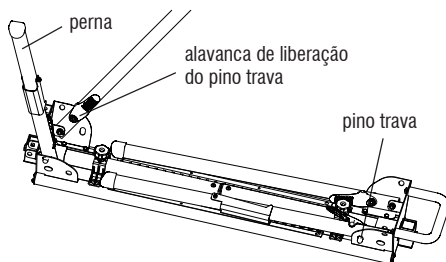

Fig. 3 – Apertura de los pies de apoyo
1. Presione la palanca de liberación de bloqueo de la pierna y gire la pierna hasta que la clavija de bloqueo encaje en su lugar (Fig. 3);